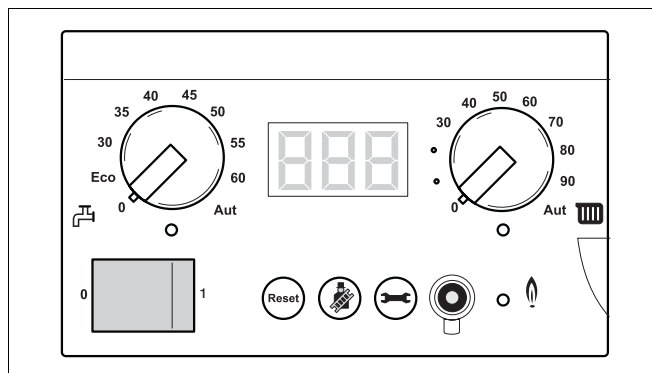

Fig. 66 CV-installatie stroomloos maken
- Neem de netstekker uit de wandcontactdoos (→ fig. 66).